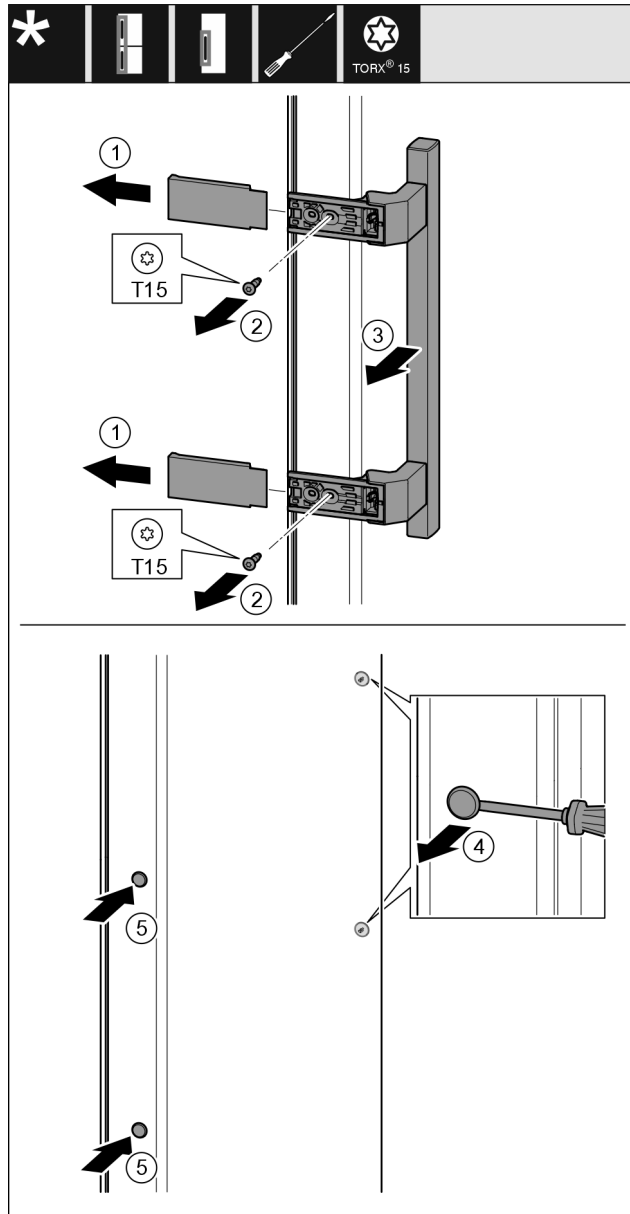

Fig. 34
- ▶ Húzza le a fedelet Fig. 34 (1).
- ▶ Tekerje ki a csavarokat Fig. 34 (2) csavarhúzóval.
- ▶ Vegye le a fogantyút Fig. 34 (3).
- ▶ Óvatosan emelje meg és húzza ki az oldalsó dugót Fig. 34 (4) lapos csavarhúzóval.
- ▶ Tegye vissza a dugót Fig. 34 (5) a másik oldalra.